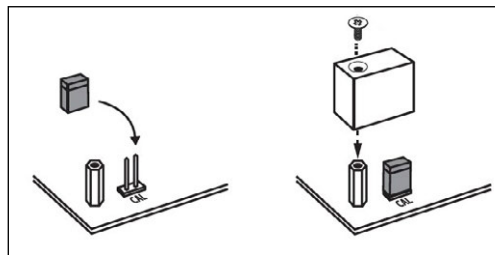

Figura 4-1. Cerrar el puente CAL
1. Cortocircuite el puente CAL para restringir el acceso al modo de configuración. (Figura 4-1 en la página 38)
**NOTA:** El puente CAL debe estar colocado para impedir el acceso al modo de Configuración en el arranque (Figura 4-1 en la página 38).